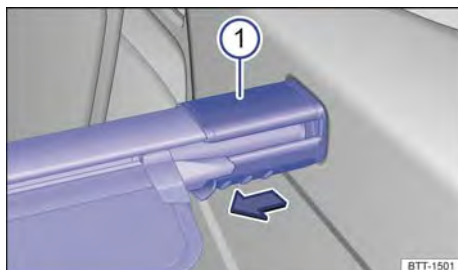

Fig. 187 En el maletero: desmontar la cubierta del maletero.
- Presione el soporte de la cubierta → fig. 187 ① en el sentido de la flecha y manténgalo en esta posición.
- Suelte el soporte de la cubierta → fig. 187 ①.